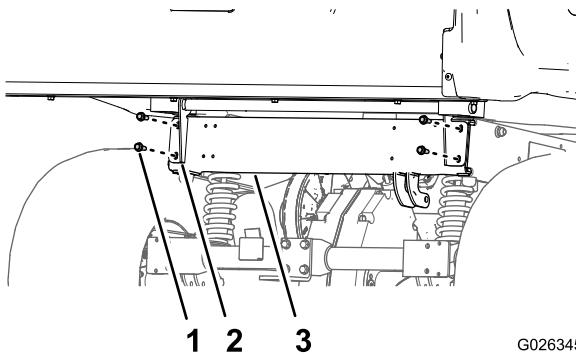

Figura 4
8. Retire los 4 pernos con arandela prensada (3/8 x 1 pulgada) que sujetan los soportes de las bisagras de la caja de carga al perfil trasero del bastidor de la máquina (Figura 4).
11. Retire los 4 pernos con arandela prensada (3/8 x 1 pulgada) que sujetan los soportes de bisagra de la caja de carga al perfil trasero del bastidor de la máquina (Figura 4).